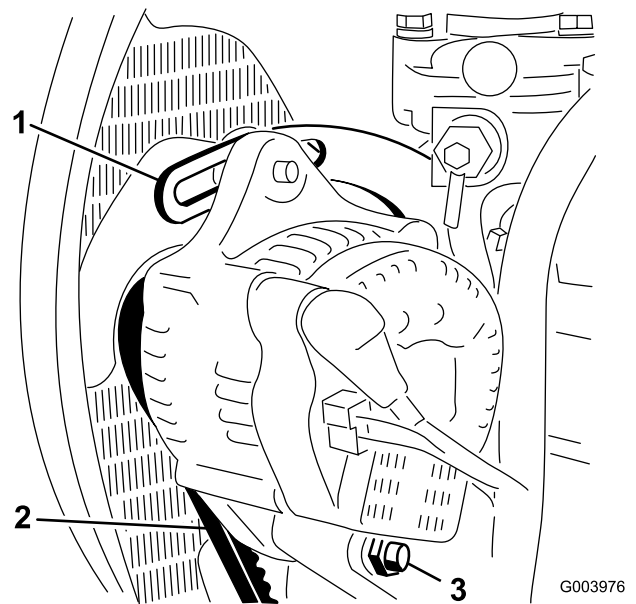

Bild 69
2. Prüfen Sie die Spannung des Lichtmaschinenriemens, indem Sie eine Kraft von 10 kg in der Mitte zwischen der Lichtmaschine und den Riemenscheiben der Kurbelwelle ansetzen (Bild 69).
3. Lockern Sie die Schrauben, mit denen der Bügel am Motor befestigt ist sowie die Schraube, mit der die Lichtmaschine am Bügel befestigt ist (Bild 69).